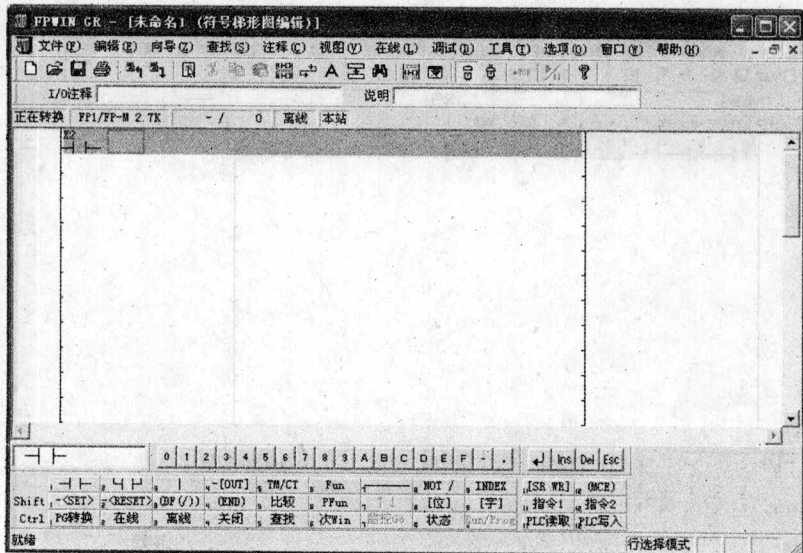

图 1-13 X2 常开触点输入完成
④至此完成一个 X2 常开触点的输入,如图 1-13 所示。